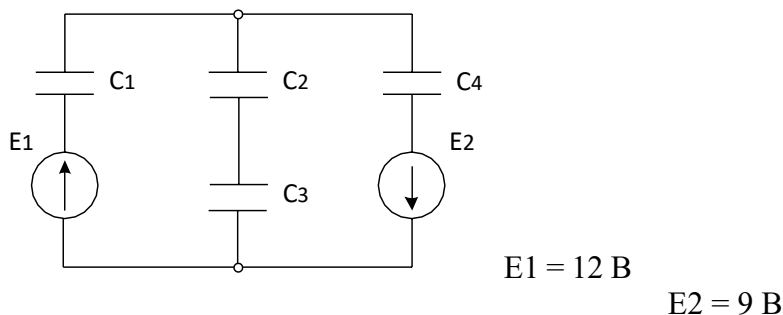

Рисунок 5
3. Собрать разветвленную электростатическую цепь согласно рис.5.